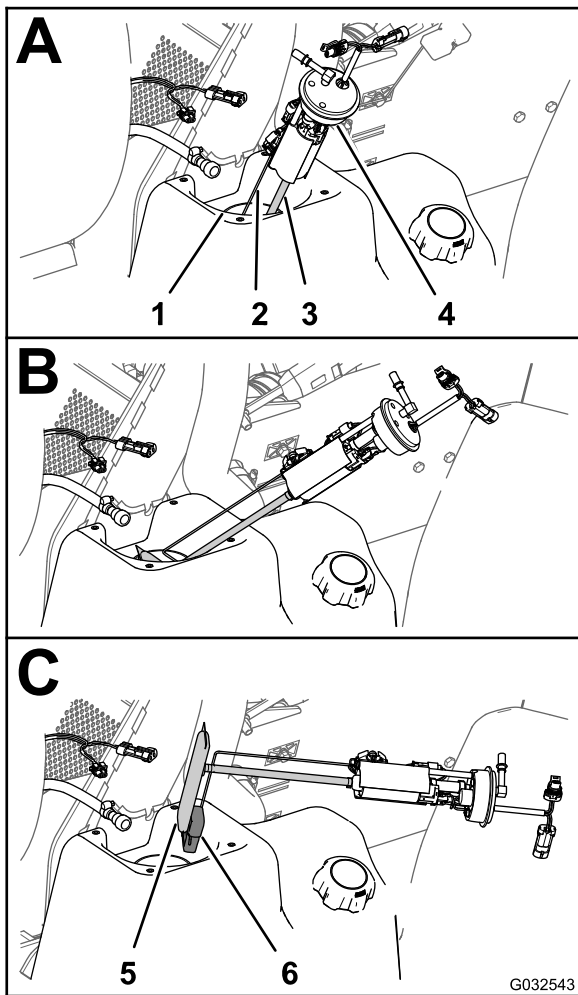

图 87
4. 从油箱颈上小心地提起并旋转燃油泵/发送装置图 87。
1. 同时支撑浮子臂和集油管并将浮子和燃油滤清器划入燃油箱的加油口图 87。
2. 将燃油泵/发送装置放入油箱的加油口图 87 和 图 88。
3. 将密封件和螺母放在燃油泵/发送装置上方、油箱颈上面并用手拧紧螺母图 87。
4. 将燃油软管的连接头连接至燃油泵的接头图 87。
5. 将机器线束的 2 插槽接头连接至燃油泵/发送装置的 2 针接头将机器线束的 2 针接头连接至燃油泵/发送装置的 2 插槽接头图 87。